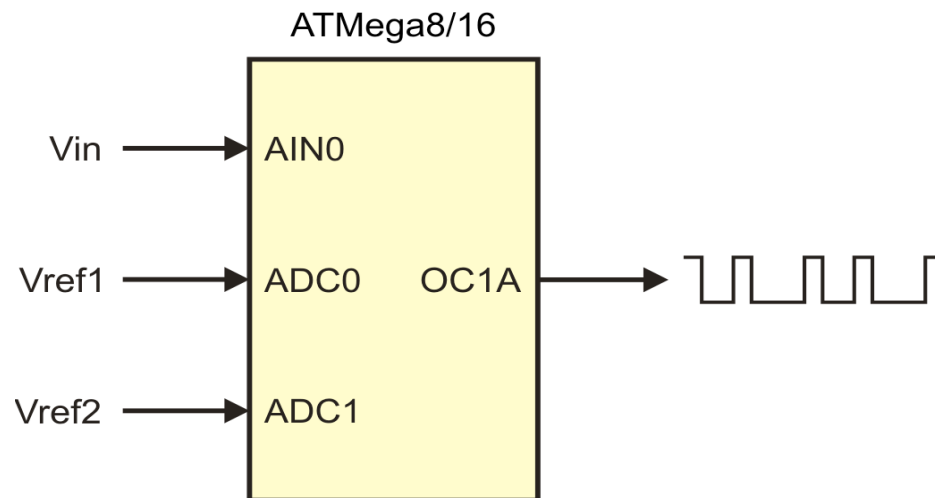

Figura 5.15 Generación de una señal PWM con un ciclo útil dependiente del AC
4. Con respecto a la figura 5.15, las entradas V_{in} , V_{ref1} y V_{ref2} son señales analógicas y siempre ocurre que $V_{ref1} < V_{ref2}$. De acuerdo con los resultados que proporcione el comparador analógico, utilizando el temporizador 1, genere una señal PWM a una frecuencia aproximada de 100 Hz, con un ciclo de trabajo de:
- 10 %: si V_{in} es menor a V_{ref1}
- 50 %: si V_{in} está entre V_{ref1} y V_{ref2}
- 90 %: si V_{in} es mayor a V_{ref2}